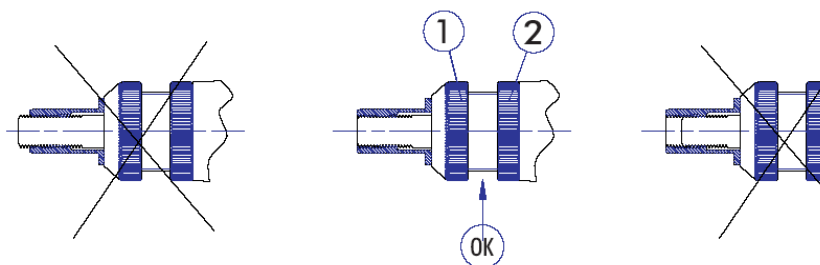

Рис. 1
2. Перед началом клепки следует отрегулировать правильный вылет резьбового штока (см. рис. 1).